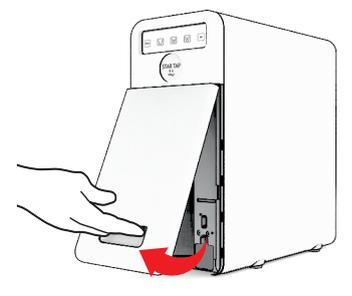

Fig. 1-13
**21.2** - Con una mano, afferrare lo sportello frontale dalla maniglia posta sulla parte inferiore tirando in modo deciso verso l'esterno fino a completa estrazione, vedi Fig. 1-13.